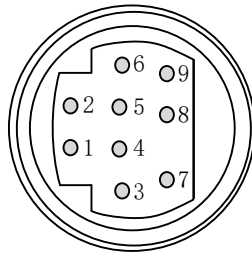

图 3-3-1 AUX I/O 引脚定义
- AUX I/O : 触发信号源，管脚图如图 3-3-1 所示。